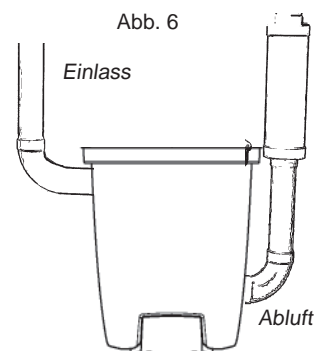

Abb. 6
5. Bringen Sie die Abdeckung auf der Öffnung an, in der zuvor der Ansaugrohrstutzen steckte. Befestigen Sie sie mit den vier Schrauben. Das Abluftrohr muss fest an der Wand angebracht werden, damit sich ihre Verbindung zum Stutzen nicht lösen kann. Denken Sie daran, dass das Ansatzrohr in verschiedene Richtung drehbar sein muss, um eine geeignete Rohranordnung zu erhalten. Schließen Sie danach das Abluftrohr und den Schalldämpfer an, Abb. 6. Bringen Sie den Zentralstaubsauger so an, dass das Abluftrohr möglichst kurz ist, max. 5 Meter. Berücksichtigen Sie bei der Ausrichtung des Abluftrohres auch die Umgebung. Daher sollten Sie immer einen Schalldämpfer einpassen.